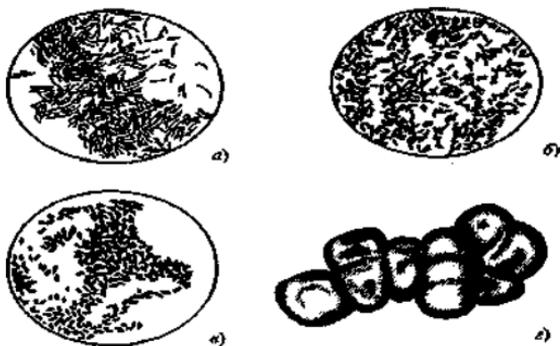

Рис. 22. Аэробные бактерии, окисляющие целлюлозу: а - *Cytophaga*; б - *Cellvibrio*; в - *Cellfalcicuta*; г - *Pofyangium*, плодовые тела
***Poliangium*** и ***Sorangium*** - миксобактерий, как и ***Cytophaga***. Представляют собой цилиндрические палочки с тупыми, закругленными концами, при старении укорачиваются и образуют миксоспоры, собранные по 12-40 в спорангиоли - составные части плодовых тел. На целлюлозе образуют слизистый налет желтого, оранжевого или темно-коричневого цвета (рис. 22).